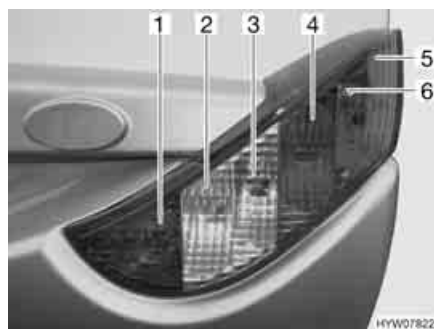

Fig. 240 Luci posteriori (lato anteriore)
- Svitare le tre viti ad esagono cavo (Fig. 240,6).